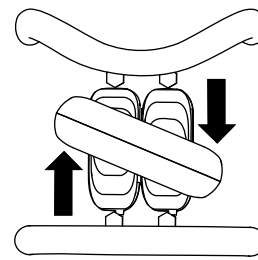

Figura 8
- Para virar para a direita, rode o controlo de tração no sentido dos ponteiros do relógio (Figura 8).